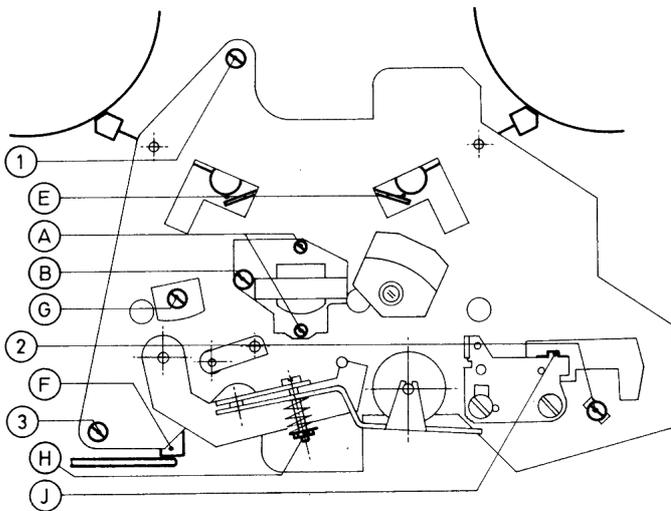

Abb. 5: Darstellung der Kopfträgerplatte
Der Löschkopf kann durch Drehen der Schraube G (Abb. 5) in seiner Höhe verändert werden. Er soll so ausgerichtet sein, daß die Kernoberkante ca. 0,1 mm über die obere Bandkante hinaus-ragt.
Die Höhe des Kernpaketes und die Parallelität zur Tonwelle wird mit den beiden Madenschrauben A (Abb. 5) einjustiert. Die Kernpaketoberkante soll mit der Oberkante des Bandes ab-schließen. Nach jeder mechanischen Neujustierung muß der Kopf mit Hilfe des Testbandes eingewippt werden (Schraube B).
Der Andruck ist bei gedrückter Lauf-taste und eingelegtem Band zu messen. Ein Kontaktor oder eine Federwaage (1000 p) ist am rechten Ende des Rollenhalters anzusetzen. Die GA-Rolle wird damit von der Tonwelle abgehoben und parallel wieder heran-geführt, so daß das Band am Anfang einer vollen 18er-Spule gerade mitgenommen wird. Der Meßwert soll dann 660 ... 730 p betragen (Rollendruck 900 ... 1000 p). Durch Drehen der Mutter H (Abb. 5) wird die Kraft eingestellt.
Die Stopbremsen müssen in Stellung „Stop“ einkeilen können. Um dies sicherzustellen, müssen die Betätigungsflächen der Bremsenschieber so justiert werden, daß sich ein Abstand von ≥ 1 mm zu den Bremshebeln ergibt (Punkte E, Abb. 5). Bei gedrückter Laufaste soll der Abstand Bremsgummi — Bremsteller ebenfalls ≥ 1 mm sein. Beim langsamen Drücken der Laufaste müssen die Bremsen abheben, bevor die GA-Rolle das Band transportiert.
Das Justieren der Bremse erfolgt mittels der Ausgleichsschleife in der zugeordneten Zugstange, der Abhebezeitpunkt des Friktionsrades wird durch Biegen des Lappens J am Schnellstophebel eingestellt (siehe Abb. 5).
Die drei Befestigungsschrauben ①, ②, ③ (Abb. 5) der Kopfträgerplatte heraus-schrauben. Zugstange und -feder am Reibradwinkel aushängen, Kopfträgerplatte nach oben von der Tonwelle abziehen. Motorriemen einlegen, erst in die Nut der Schwung-scheibe, dann über die Zwischenräder in die Nut des Lüfterrades. Jetzt die Kopfträgerplatte wieder auf die Tonwelle aufsetzen. Zugstange und -feder wieder einhängen. Prüfen, ob die Platte sicher
auf ihren Stützen aufliegt und die Schaltstange des Drucktastensatzes vor dem Bremsenschieber der Platte liegt. Schrauben in der Reihenfolge ①, ②, ③, wie in der Abb. 5 angegeben, fest-schrauben. Falls der Staubschutzring verrutscht sein sollte, ihn nur soweit verschieben, daß zum Prismenlager in der Kopfträgerplatte noch ein Abstand von ca. 0,5 mm verbleibt und der Staubschutzring die Oberkante der Gummirolle nicht berührt. Ein Schleifen des Staubschutzringes am Lager oder an der Gummirolle würde Tonhöhen-schwankungen und Laufgeräusche verursachen. Tonwelle und Riemen mit Isopropylalkohol reinigen. Funktionsprüfung durchführen.
Lautstärkeinsteller aufdrehen. Testband auflegen, einmal vor- und zurückspulen. An der Schraube, (A) Abb. 5, der Taumelplatte den Kopf bei Wiedergabe des 1-kHz-Meßtones (0 dB) zunächst grob, anschließend bei Wiedergabe des 12-kHz-Meßtones (-20 dB) fein auf Spannungsmaximum einwippen. Die Abweichungen der Pegel bei 1 k und 12 kHz (beide -20 dB) soll 3 dB nicht überschreiten.